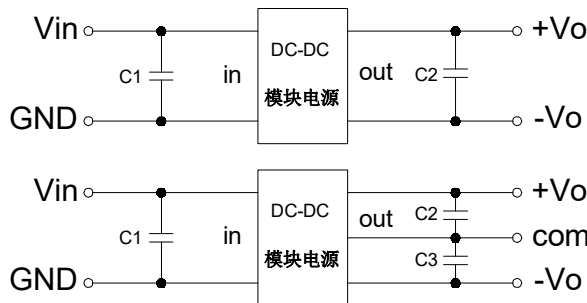

图 3
① 输出负载要求
② 推荐电路
- a、为确保有效减少输入输出纹波和噪声，可在输入输出端连接一个电容滤波网，应用电路见下图 3；但应选用合适的滤波电容，若电容过大，可能影响产品启动，为确保每一路输出在安全可靠条件下工作，推荐容性负载值详见下表 1。（但对于实际输出功率小于 0.5W 的应用电路，建议不外接电容）